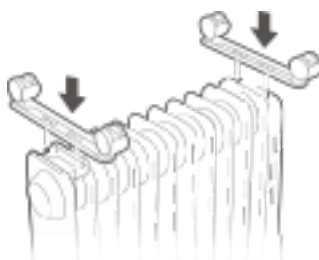

figura 1
2. După cum se arată în figura 1, aliniați orificiul de montare al unui set de roți și instalați-l pe șurubul plăcii suportului de roți de la capătul elementului radiatorului, aliniind celălalt set de roți cu șuruburile montate în partea inferioară a cutiei de comandă.